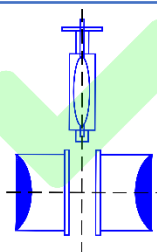

Figura 1
3. Deixar a válvula na posição semifechada. Colocá-la entre os flanges da tubulação, observando que estes estejam suficientemente separados, para não descolar a sede. **(FIGURA 1)**